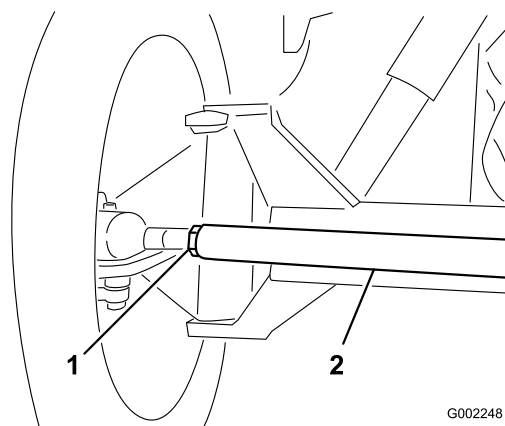

图 85
3. 如果测量值超出规定的范围、请松开横拉杆两端的锁紧螺母图 85。